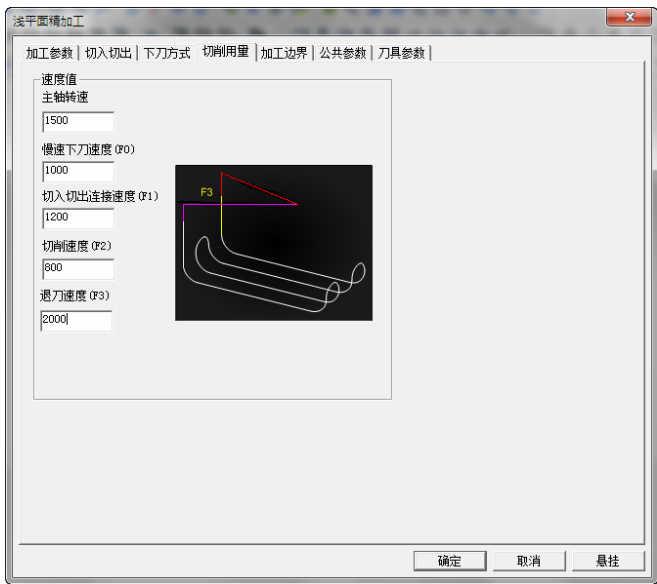

图 8-184 “切削用量”选项卡
4) 单击“切削用量”选项卡，设置“主轴转速”“慢速下刀速度”“切入切出连接速度”“切削速度”“退刀速度”具体参数数值如图 8-184 所示。